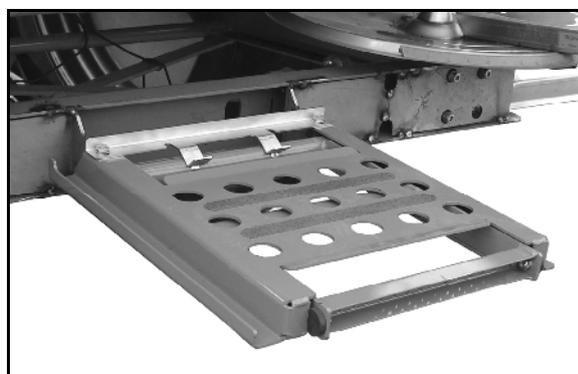

Fig. 39
- Faites basculer l'échelle vers le haut (Fig. 39) et poussez-la vers l'avant avec la plateforme lorsque vous ne l'utilisez pas.